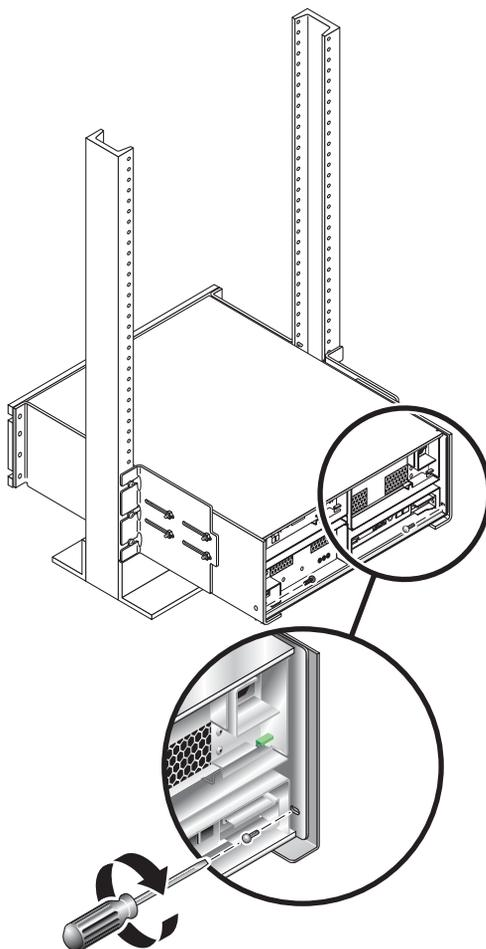

図 C-8 ラック背面へのトレイの固定
6. トレイの背面でレールの長さの最終的な調整を行い、レールとアレイの背面の取り付け位置を合わせます (図 C-8)。
7. トレイの背面で、皿頭ねじ用のねじ回しを使用して、背面の取り付け位置から、2本の 6-32 皿頭ねじ (左右 1 本ずつ) を差し込んで締め付けます (図 C-8)。